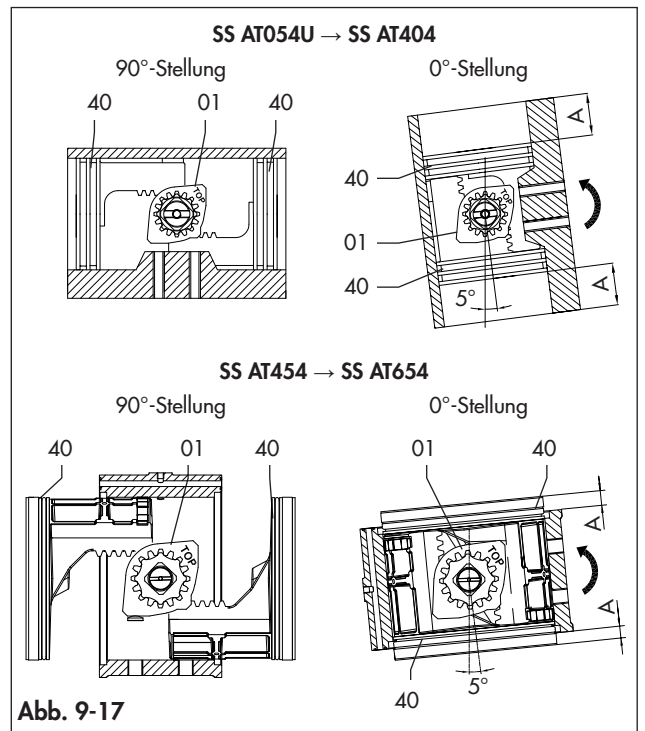

Abb. 9-17
- Bei vollständig geschlossenen Kolben (0°-Stellung) gemäß Abb. 9-17, bezogen auf die Achse des Gehäuses, muss die erreichte Drehung etwa zwischen 0° und 5° liegen:
- Bei vollständig geschlossenen Kolben (0°-Stellung) gemäß Abb. 9-17 muss das Maß "A" auf beiden Seiten gleich sein